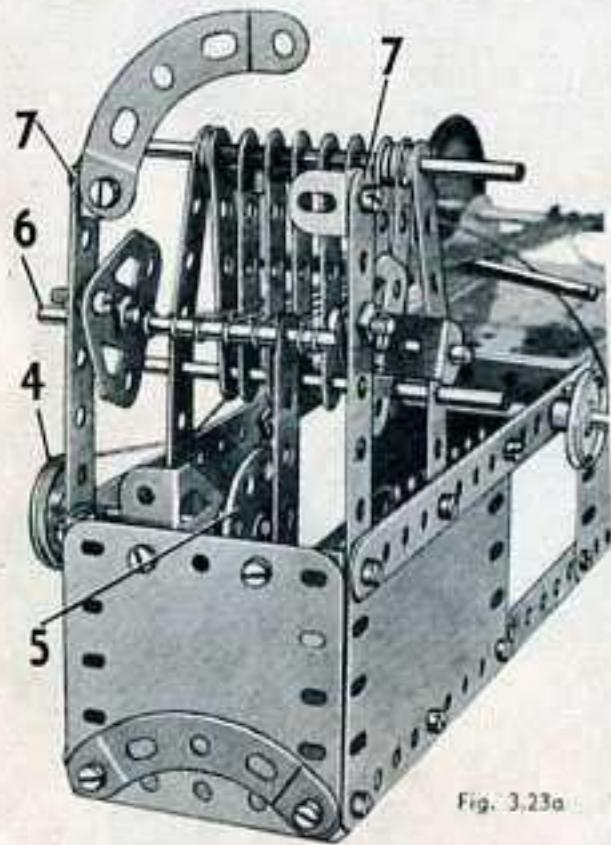

Fig. 3.23a
Cet intéressant modèle est destiné à démontrer le principe du tissage à la main. La base est formée de deux bandes de 25 trous (1) boulonnées sur une plaque à rebords et dont les extrémités sont réunies par une bande coulée de 60×12 mm. Deux plaques flexibles de 14×6 cm. et deux de $11,5 \times 6$ cm. sont boulonnées sur les bandes et réunies à leurs extrémités inférieures par les bandes de 11 trous (2). Les bandes de 11 trous (3) forment un support pour le harnais qui consiste en huit bandes de 5 trous soutenues par deux tringles de 9 cm. Les bandes sont séparées les unes des autres par des clavettes et des rondelles placées entre ces bandes sur la tringle supérieure (fig. 3.23a).